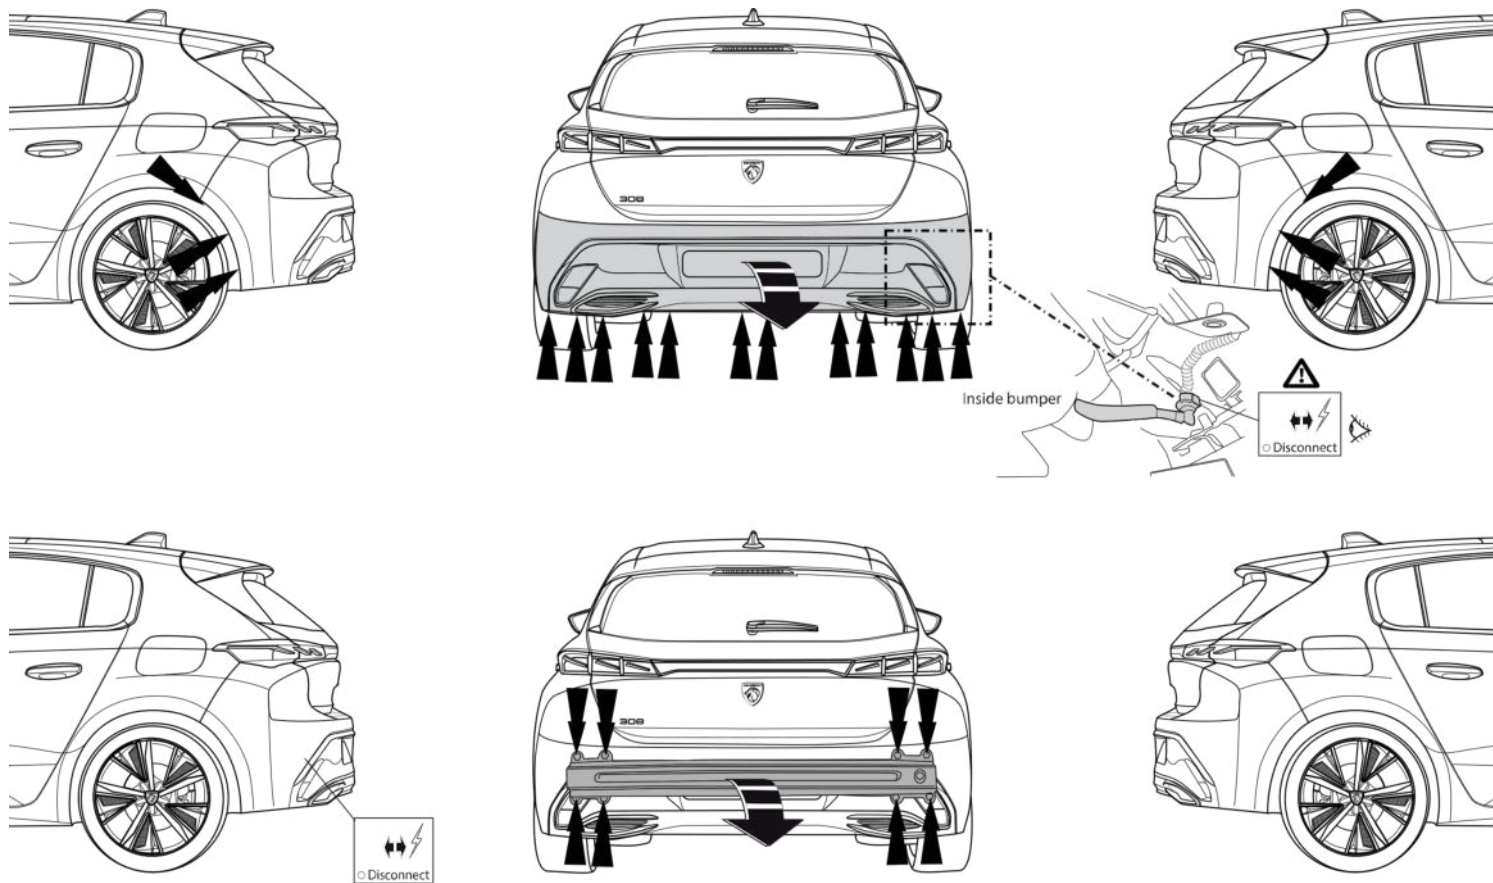

Fig. 1
1. Снять бампер вместе со буферным брусом автомобиля. Буферный брус больше не понадобится. См. рисунок 1& 2.